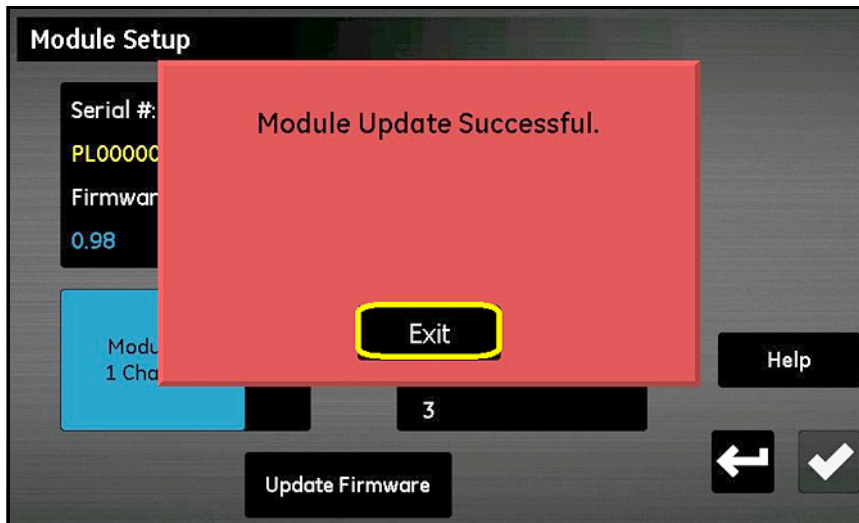

Figure 98: Installation réussie
7. Une fois la mise à jour terminée (voir *Figure 98* ci-dessous), l'hygromètre vous invite à quitter. Touchez **Quitter**.